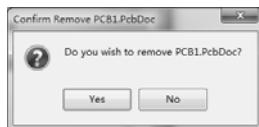

图 2-2-6 提示对话框
(2) 出现“Do you wish to remove PCB1.PCBDOC?”（你希望删除 PCB1.PCBDOC 文件吗？）提示对话框，如图 2-2-6 所示。